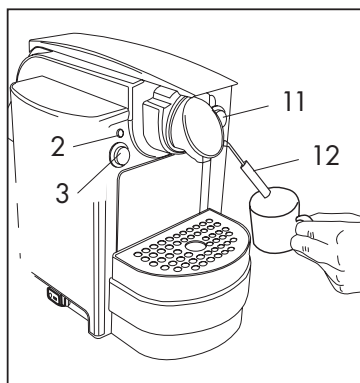

Fig. 11
- Pulsar la tecla vapor (Fig. 11), después de algún segundo el vapor empezará a salir por el surtidor
- Llenar media taza de leche fría y sumergir el surtidor vapor hasta que la espuma llene la taza hasta el borde (Fig. 11)
- Pulsar la tecla vapor y mantenerla pulsada hasta alcanzar la cantidad de agua deseada (Fig. 11)